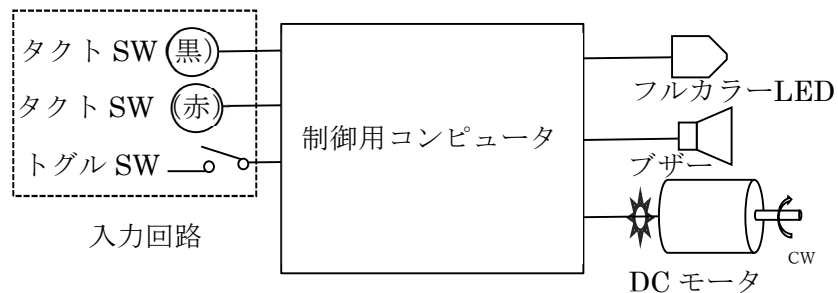

図4： 入力回路と制御対象装置
**【公開課題 2】** 図4は制御対象装置を示している。トグル SW の順番に関係なく、次の(1)と(2)の動作を可能にする一つのプログラムを作れ。例えば、トグル SW を OFF から ON にした場合は、(1)「メッセージの記憶と再生」の次に、(2)「DC モータの回転」動作となる。また、トグル SW を ON から OFF にした場合は、「DC モータの回転」の次に、「メッセージの記憶と再生」を伝える動作となる。なお、使用しない装置はプログラムの実行中動作しないこと。